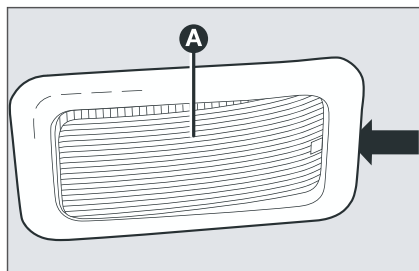

Рис. 32
- в месте, указанном на рисунке стрелкой, подденьте отверткой и извлеките верхний светильник **А** (рис. 32) салона в сборе;